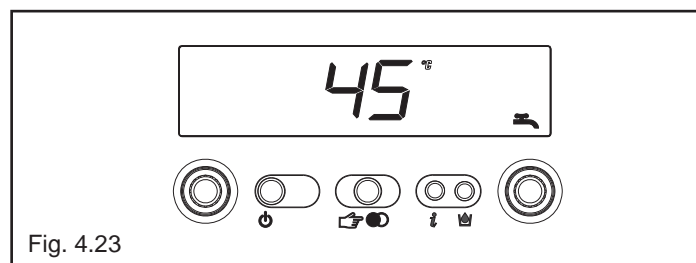

Fig. 4.23
**Info 4** visualizza la temperatura sanitaria settata (fig. 4.23)